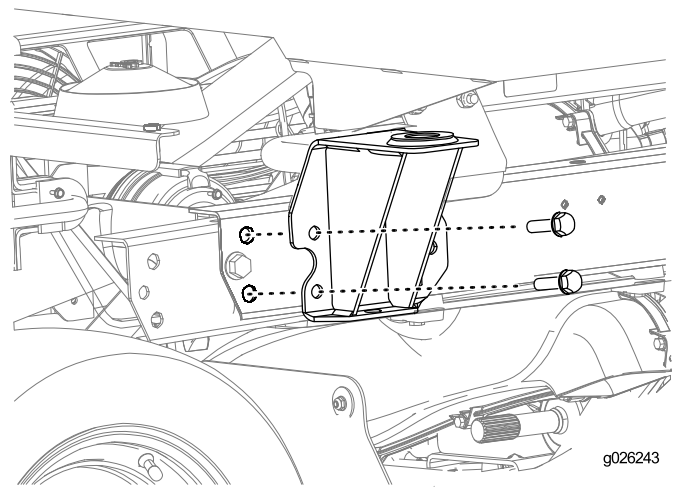

Bild 25
1. Befestigen Sie die hinteren Halterungen mit den Befestigungen, die Sie vom Überrollschutz in Entfernen des Überrollschutzes \(Seite 5\) entfernt haben, an der Maschine (Bild 25).